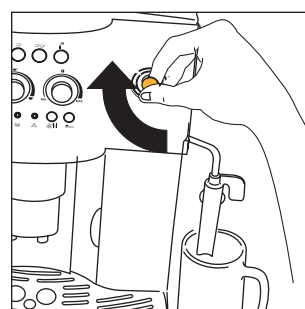

Fig.6
4. Au bout de quelques secondes, de l'eau sortira de la buse à cappuccino. Dès que la tasse contient environ 30 cc, tournez la commande vapeur d'un demi-tour dans le sens des aiguilles d'une montre (fig.6) pour arrêter la sortie d'eau.
- Pour arrêter la sortie d'eau chaude, tournez le robinet dans le sens des aiguilles d'une montre (fig. 6) et ramenez la buse à cappuccino dans sa position initiale vers le centre de la machine.
- Poussez vers l'extérieur la buse à cappuccino (fig. 6)
- Arrêtez la sortie de vapeur en tournant complètement la manette dans le sens des aiguilles d'une montre (fig. 6)
- Une fois la température désirée atteinte, arrêtez la sortie de vapeur en tournant complètement la manette dans le sens des aiguilles d'une montre (fig. 6)